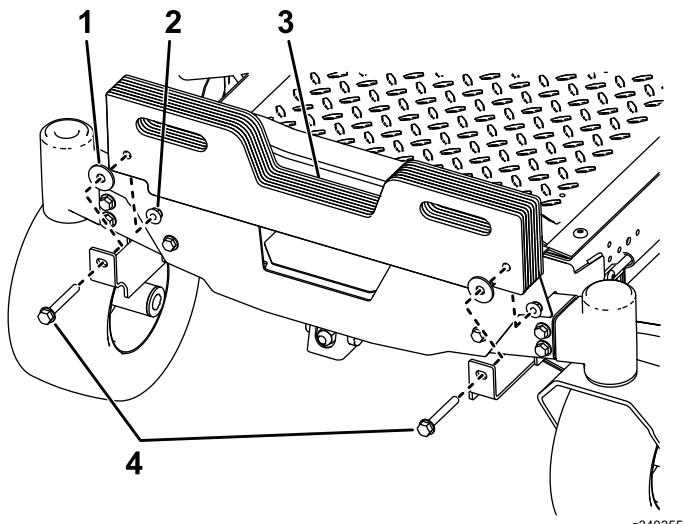

Figure 5
2. Fixez les masses à poignée sur les supports de montage au moyen de 2 boulons (5/8" x 2 3/4"), 2 rondelles et 2 contre-écrous (3/8"), comme montré à la Figure 5.